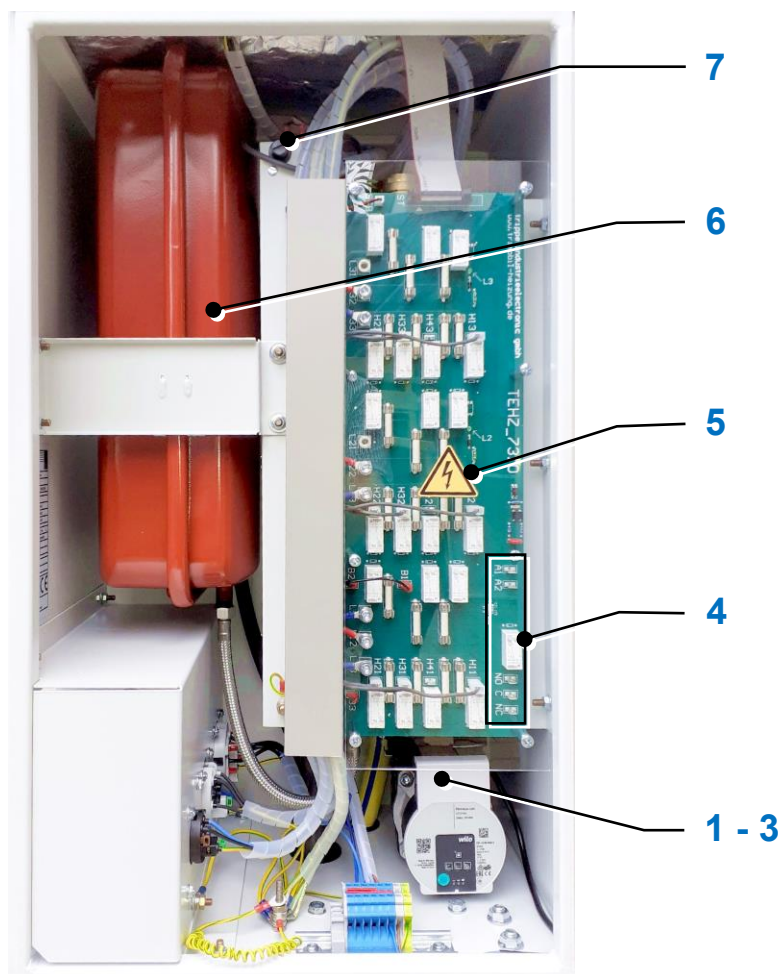
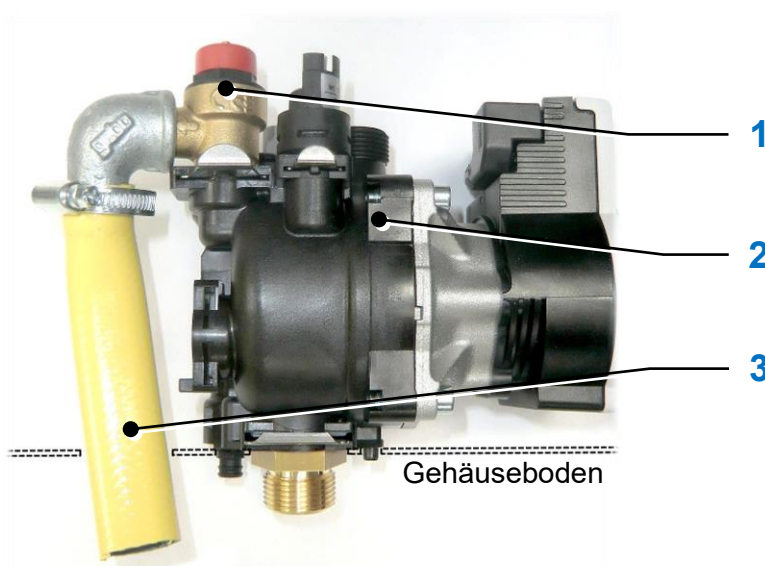

Abb. 2): Innenansicht der mobilen Heizzentrale (beispielhaft)
Abb. 3): Sicherheitsventil (Pos.1) an der Umwälzpumpe
1 - 3	- Umwälzpumpe mit Sicherheitsventil und Wasserschlauch → siehe auch Abb. 3 (im nachfolgenden Kap.)
Anmerkung: Die Ziffern in Klammern (X) beziehen sich auf die Positionsnummern in Abb. 2 im Kap. 2.3 und Abb. 3 in diesem Kapitel.
Die Schutzabdeckung (siehe Abb. 2, Pos. 5) befindet sich vor der Relaisplatine und dient zum mechanischen Schutz der empfindlichen elektronischen Bauteile.
Das MAG (siehe Abb. 2, Pos. 6) gleicht Druckschwankungen im Heizsystem aus.
Der STB (siehe Abb. 2, Pos. 7) schaltet beim Erreichen der Temperatur von 95 °C die Heizung ab. Damit die mobile Elektroheizzentrale weiter betrieben werden kann, muss die Temperatur zunächst einmal zu einem Wert im Normalbereich (< 80 °C) zurückkehren und der STB zurückgestellt werden.